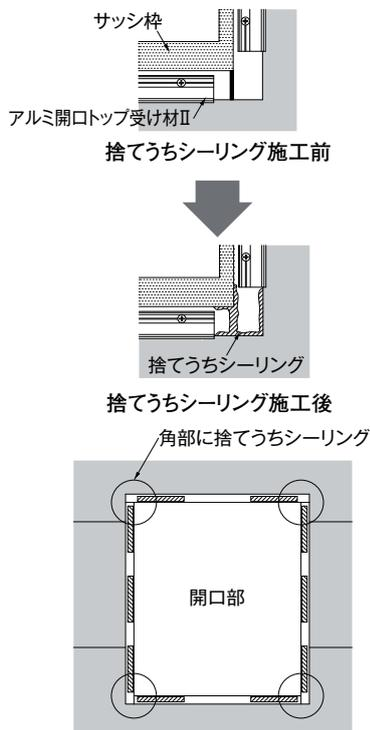

図8 捨てうちシーリングの施工
- ▶ アルミ開口トップ受け材Ⅱの施工後、開口の角部(4ヵ所)に捨てうちシーリングを施工する。(図8参照)